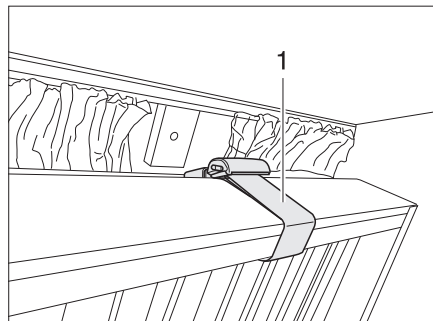

Fig. 63 Lit superposé, rabattable
- ▶ Verrouiller le lit superposé avec la ceinture de sécurité (Fig. 63,1) une fois qu'il est rabattu vers le haut. Risque de blessure!
Les lits superposés peuvent être rabattus vers le haut et sécurisés avec la ceinture de sécurité (Fig. 63,1). La zone sous le lit peut alors être utilisée comme espace de rangement.